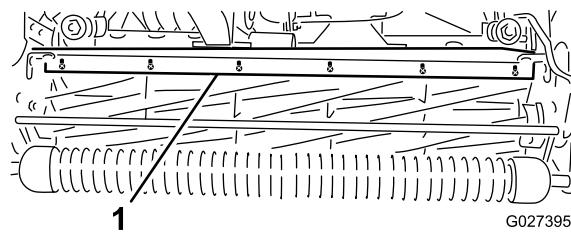

Figure 54
1. Desserrez les vis qui fixent la barre supérieure (Figure 54) à l'unité de coupe.